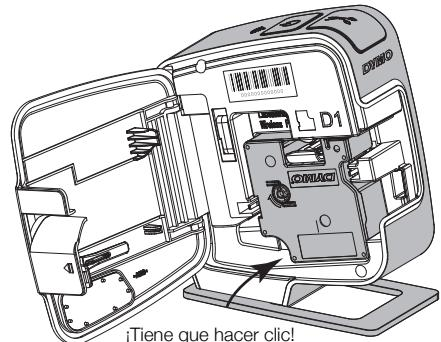

Ilustración 4
- 3 Introduzca el cassette y presiónelo con firmeza hasta que encaje en su sitio. Vea la Ilustración 4.